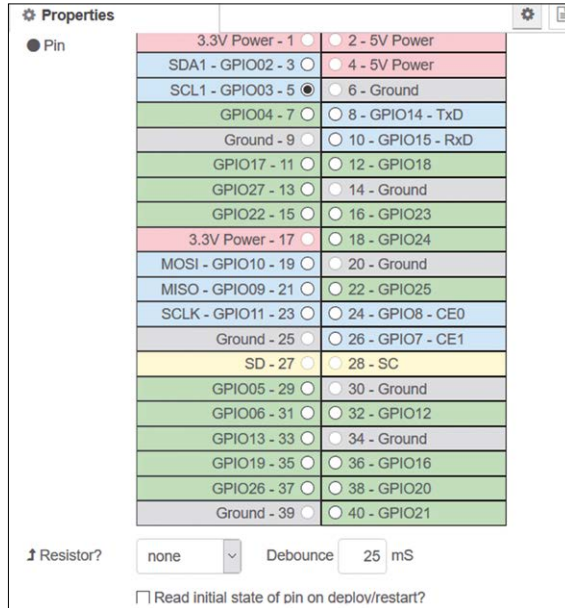

Figure 5.32 Configurer le rpi gpio dans le noeud
- Cliquez **rpi gpio** dans node, faites-le glisser et déposez-le dans l'espace de travail. Nommez ce **GPIO 3** et le configurer pour recevoir l'état du port GPIO 3 comme indiqué dans la Figure 5.32, cliquez sur **Terminé**. Ce port recevra l'état de la broche du port GPIO 2 qui est connecté à GPIO 3.